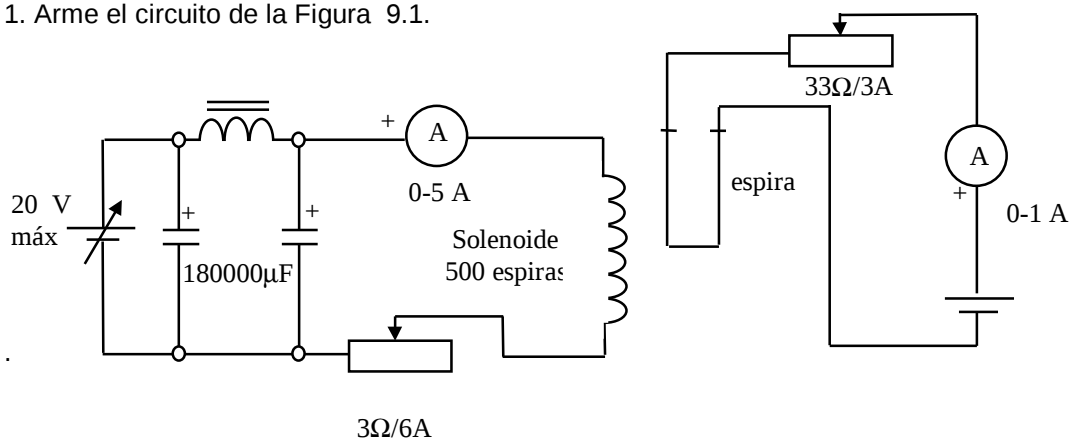

FIGURA 9.1. Circuito para medir el campo magnético en el interior de un solenoide
1. Arme el circuito de la Figura 9.1.